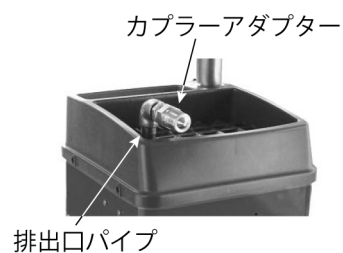

Fig. 2
- 3) 排出口パイプのネジ部にシールテープを巻き、カプラーアダプターを取付けてください。（Fig. 2）